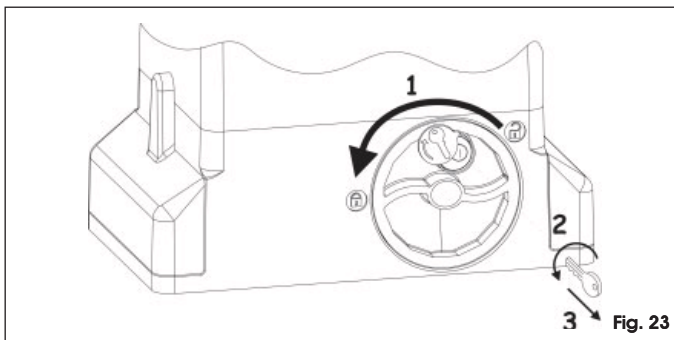

Fig. 23
1. Draai het ontgrendelsysteem met de klok mee tot de aanslag, Fig. 23 ref. 1.
2. Draai de sleutel tegen de klok in en haal hem uit het slot, Fig. 23, ref. 2 en 3.